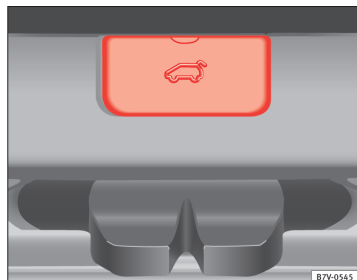

Fig. 193 Inde fra bagagerummet: Sådan tages dækkappen af bagklappen.
- Tag den kantede afdækning i bagklappens indvendige beklædning af ⇒ Fig. 193.